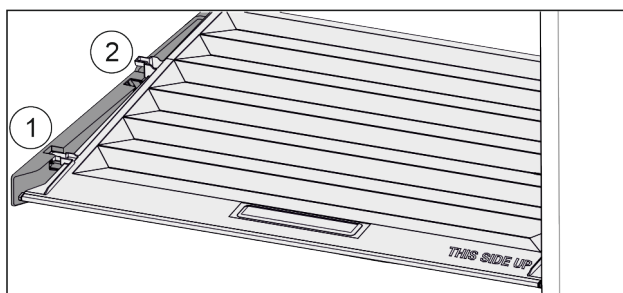

Fig. 36
- ▶ Træk dækslet fremad til åbning i holdedelene Fig. 36 (1).
- ▶ Løft nedefra og bevæg det opad og ud Fig. 36 (2).